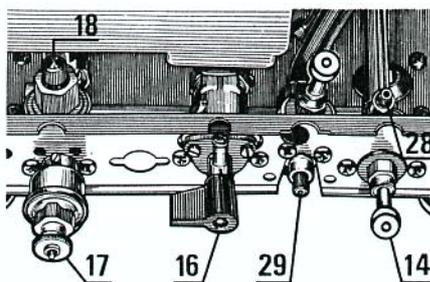
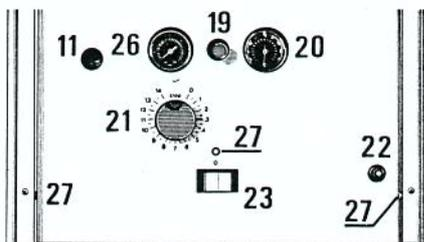

Fig. 1
Fig. 2
5) Manœuvrez l'interrupteur électrique (23) (fig. 2) pour obtenir le démarrage de la pompe et l'allumage du brûleur en le plaçant sur la position adéquate « ÉTÉ » ou « HIVER ».
Fermez le robinet d'arrêt de gaz (16) (fig. 1) en tournant la manette vers la droite.
Le départ chauffage de la chaudière a été équipé d'un robinet (14) (fig. 1) donnant, si c'était le cas, la possibilité de supprimer en fonctionnement « ÉTÉ » ce phénomène particulier.
Il suffit, lorsque l'on bascule l'interrupteur sur la position « ÉTÉ », de fermer le robinet départ chauffage (14) (fig. 2). **et de ne pas oublier de le rouvrir lorsque l'on replace l'interrupteur sur la position « HIVER » en début de saison de chauffe.**
1) Tournez vers la gauche la manette du robinet de gaz (16) (fig. 1).
2) De la main gauche, vous poussez à fond le bouton poussoir de gaz (19) (fig. 2), maintenez-le 30 secondes (temps pendant lequel l'air s'échappe puis le gaz parvient à la veilleuse), puis agissez de l'autre main sur le poussoir de l'allumeur (22) (fig. 2).
3) Lorsque la veilleuse est allumée, attendez 30 secondes, puis relâchez doucement le bouton poussoir de gaz (19). Refaites la manœuvrre si nécessaire.
4) Vérifiez que le robinet anti-thermosiphon départ chauffage (14) (fig. 1) est bien ouvert.
Si l'aiguille du manomètre (26) (fig. 2) descend au-dessous de 1 bar à froid, rétablissez le plein d'eau de votre installation en procédant de la façon suivante :
- Lorsque l'aiguille a atteint environ 1,5 bar (26) (fig. 2) refermez le robinet.
### Démontage de l'écran (fig. 2)
- placez l'interrupteur électrique (23) (fig. 2) sur « STOP ».
- Faites tourner l'arbre de pompe (11) (fig. 2) en appuyant à l'aide d'un tournevis.
- Vissez à fond la molette (17) (fig. 1).
- Dévissez les vis de vidange (28 et 29) (fig. 1).
- Vissez la molette de vidange de la soupape de sécurité (17) (fig. 1) qui est montée obligatoirement sur l'arrivée d'eau froide au ballon.
- Revissez les vis de vidange (28 et 29) (fig. 1).
- Dévissez la molette (17) (fig. 1).
**2)** Fermez les robinets départ et retour chauffage (14 et 18) (fig. 1) en poussant et en vissant à fond.
**3)** Vissez à fond la molette (17) (fig. 1) de la soupape de sécurité.